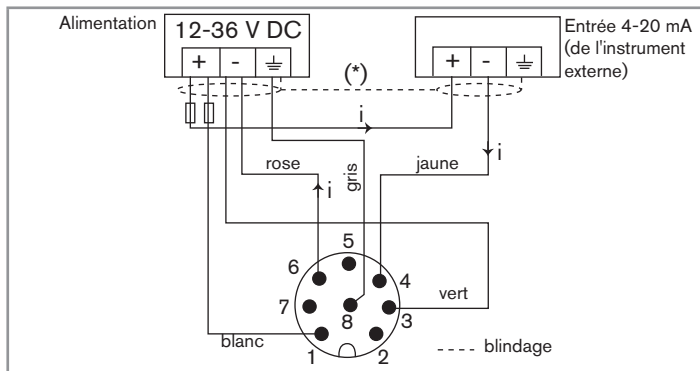
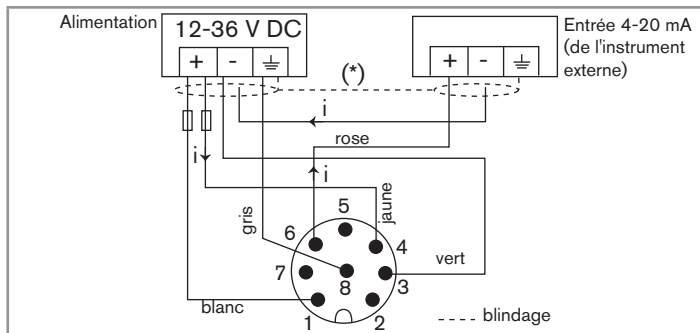

Fig. 30 : Câblage en puits de la sortie courant, sur une version avec embase M12, 8 broches
Fig. 31 : Câblage en source de la sortie courant sur une version avec une embase M12, 8 broches
La sortie courant peut être câblée en source ou en puits. Se référer aux Fig. 30 et Fig. 31 pour les plans de câblage correspondants.
(1) Installer un limiteur de tension en fonction de la charge choisie, par ex. un connecteur EN175301-803 avec varistor intégré.
(2) Si la sortie courant est utilisée, câbler le connecteur M12, 8 broches, conformément à la Fig. 30 si la sortie courant est raccordée en puits, ou à la Fig. 31 si la sortie courant est raccordée en source.